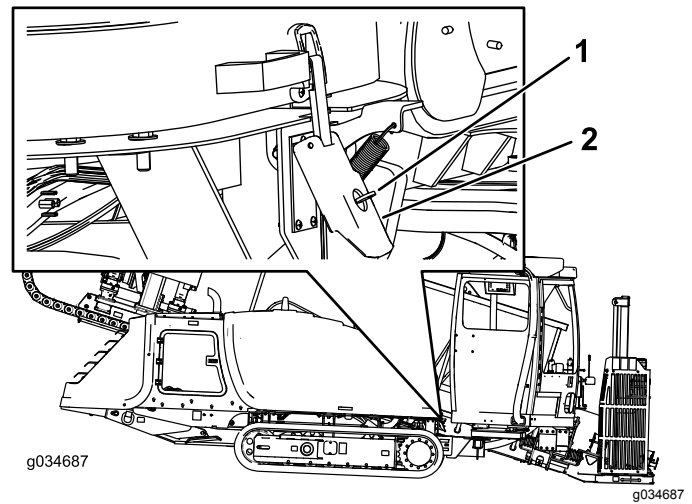

Figura 69
2. Levante el cierre según se muestra en Figura 69.
Nota: Asegúrese de que la llave está en la posición de ABIERTO (horizontal), según se muestra en Figura 69.